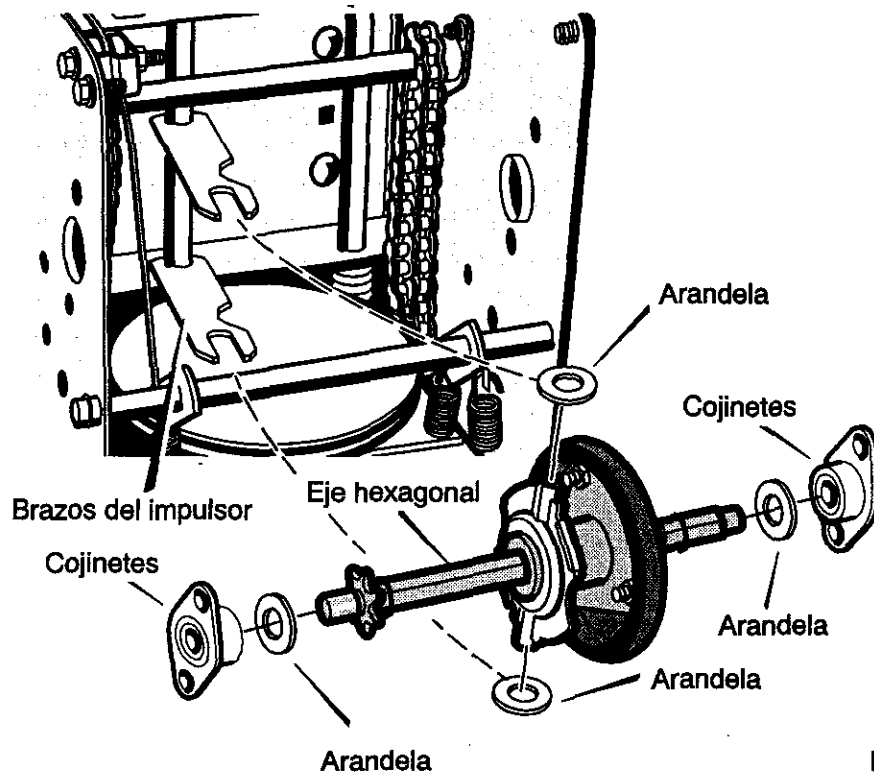

Figura 89
14. Instale el **eje hexagonal** y los **cojinetes** con los cuatro **pernos** que quitó antes (Figura 89).